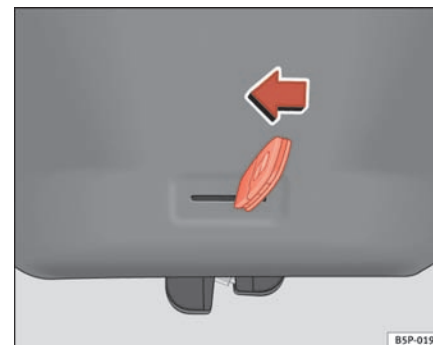

Fig. 68 Bagklap: nødoplåsning
- Sæt nøglen ind i slidsen, og lås låsesystemet op ved at dreje nøglen fra højre mod venstre som vist med pilen ⇒ fig. 68. ■